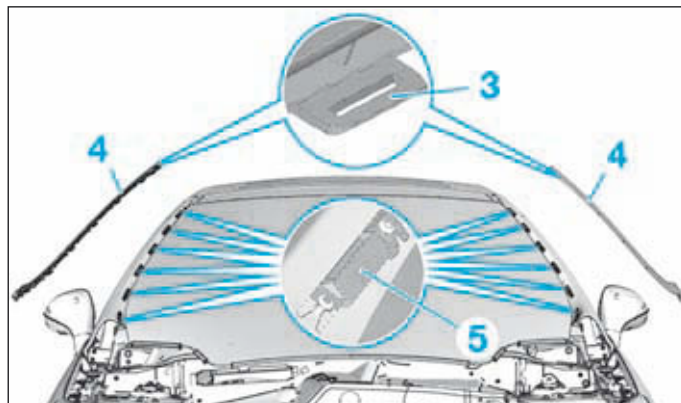

FIG.3
- Dégrafer les languettes (3) des agrafes (5) à l'aide de l'outil [1] (Fig.3).
- Déposer les enjoliveurs des montants de baie de pare-brise (4).